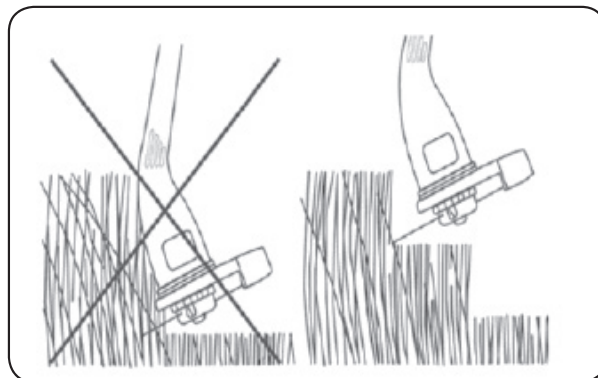

Abb. 8
- Schalten Sie den Rasentrimmer niemals ein, wenn er sich im Gras oder Moos, d.h. unter Belastung befindet, und mähen Sie mit dem Ende des rotierenden Fadens, da dadurch der Motor nicht überlastet wird. Je höher und/oder dichter das Gras (z. B. auch mit einem Moosuntergrund), umso kleiner muss der Eingriff des Fadens sein. Höheres Gras mähen Sie nicht direkt am Boden, sondern kürzen Sie es stückweise von oben - siehe Abb.8.